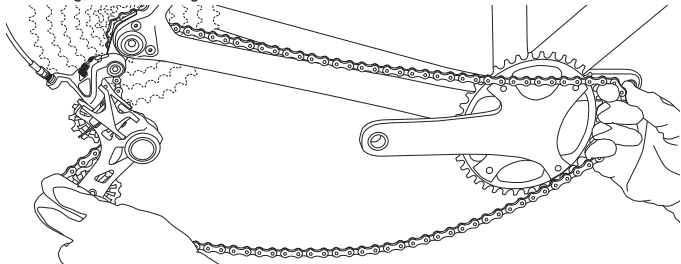

Abb.12
- Drücken Sie den Schwenkbügel nach unten, um die Kettenspannung zu verringern und bringen Sie die Kette wieder auf dem Kettenrad an (**Abb. 12**).